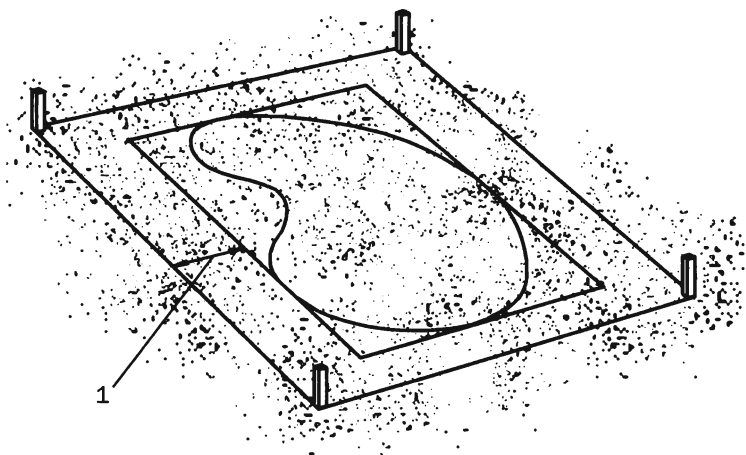

Рис. 2. Разметка контуров пруда: 1 — планируемая максимальная глубина пруда
*Этап I.* Сначала с помощью шнура и кольев на поверхность земли наносят контуры будущего водоема (рис. 2).